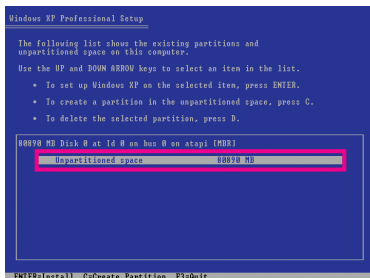
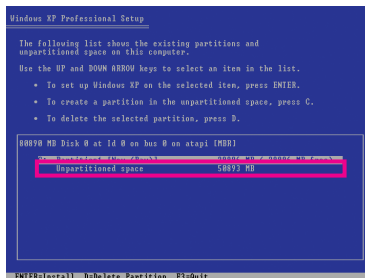

図 1
図 2
2. ハードドライブをパーティションで区切るとき(図1)、Xpress Recovery2用に未割り当てスペースが残っていることを確認してください(10 GB以上を推奨します。実際のサイズ要件はデータ量によって異なります)(図2)。